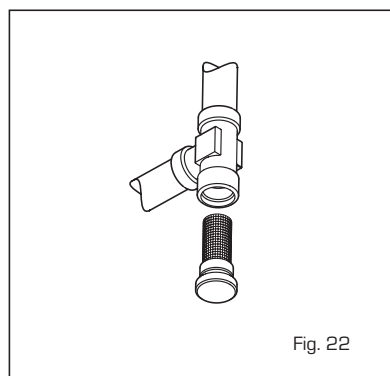

Fig. 22
4.4.3 Limpieza del filtro "Aqua Guard Filter System" (fig. 22)
4.4.4 Función de secado de la losa (fig. 22/a)